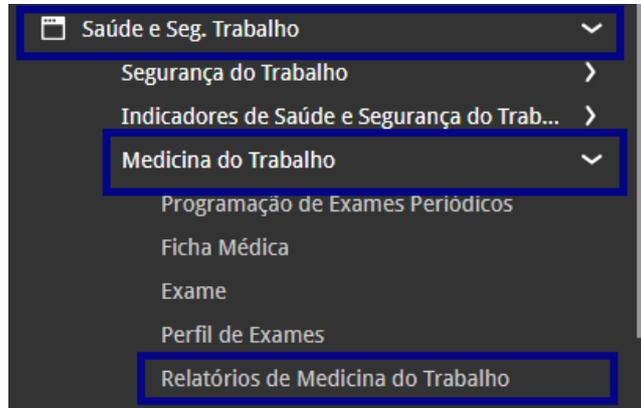

Figura 40: Caminho Relatórios Medicina Trabalho Caminho
1. No menu lateral, acesse o caminho (Figura 40) **Relatórios de Medicina do Trabalho**.